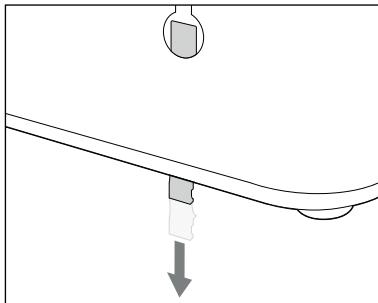

Fig. 1
2. Sæt de to medfølgende rawplugs ⑩ i borehullerne, og skru de to medfølgende skruer ⑨ i disse rawplugs ⑩. Sørg for, at skruerne ⑨ stadigvæk stikker ca. 3 mm ud af borehullerne.
3. På produktets bagside sidder der i højre ophængningsring **7** en låsestift **8**, der skal forhindre produktet i at løsne sig fra skruerne **9**. Træk så låsestiften **8** lidt nedad og ud af ophængningsringen **7** (se fig. 1).